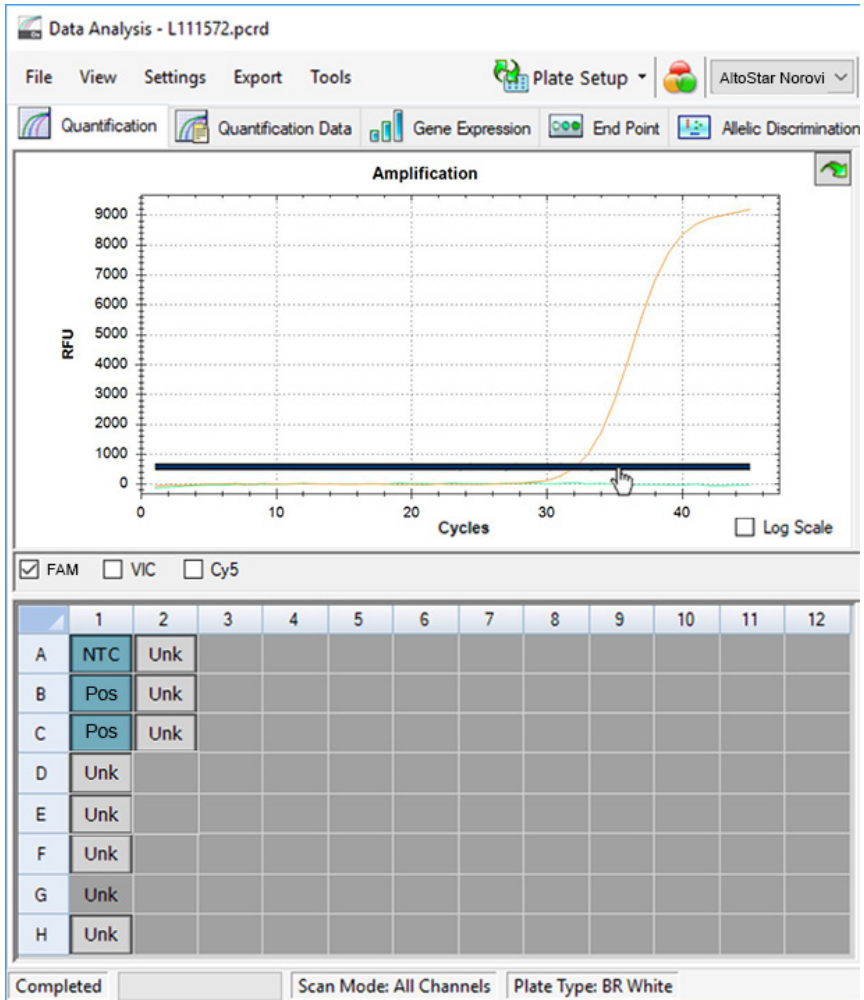

Abb. 10: Fenster Data Analysis (Datenanalyse): Festlegen des FAM™ Schwellenwerts
5. Entfernen Sie links im Fenster Data Analysis (Datenanalyse) das Häkchen aus dem Kontrollkästchen neben **VIC** und setzen Sie das Häkchen im Kontrollkästchen neben **FAM** für den Detektionskanal der Norovirus-GII-Zielsequenz (siehe Abbildung 10).
6. Wählen Sie nur die Wells mit der NTC und der PC für Norovirus GII in der Platten-Ansicht des Fensters Data Analysis (Datenanalyse) aus (siehe Abbildung 10).
7. Ziehen Sie den Schwellenwert deutlich über das Signal der NTC hinaus in den exponentiellen Bereich des Signals der PC (siehe Abbildung 10).
8. Entfernen Sie zur Auswahl des Detektionskanals für die Norovirus-GI-Zielsequenz das Häkchen aus dem Kontrollkästchen für **FAM** links im Fenster Data Analysis (Datenanalyse), setzen Sie das Häkchen im Kontrollkästchen für **Cy5** und wiederholen Sie die Schritte 6 und 7 (siehe Abbildung 10).